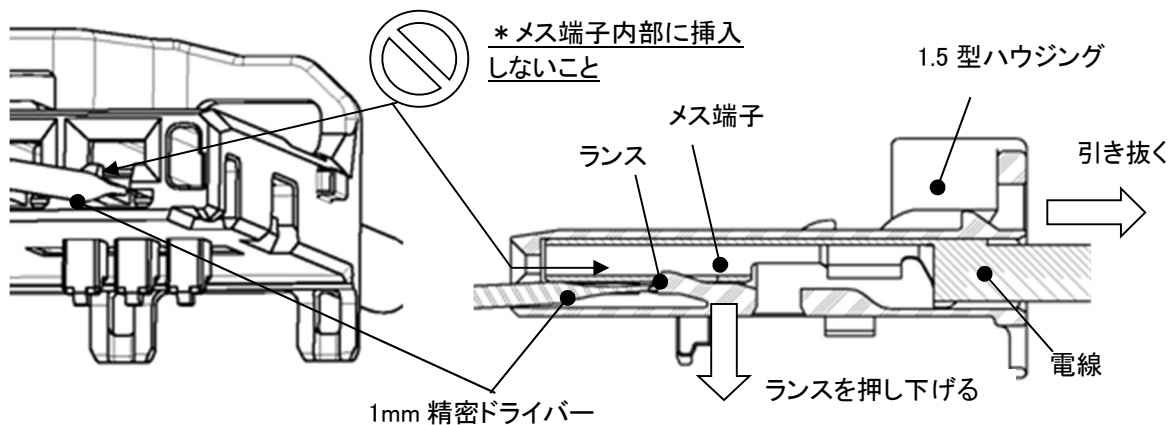

Fig.25
1.5型ハウジングが分解されていることを確認します。合体している状態では端子が引き抜きできません。1mmの精密ドライバーを Fig.25の位置(メス端子の下)に挿入し、ランスを押し下げます。